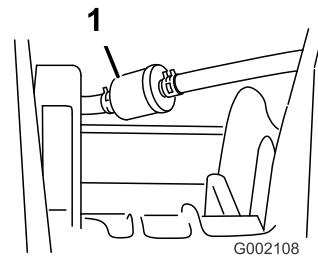

Bild 37
3. So nehmen Sie die Schellen ab, mit denen der Kraftstofffilter an den Kraftstoffleitungen befestigt ist (Bild 37):